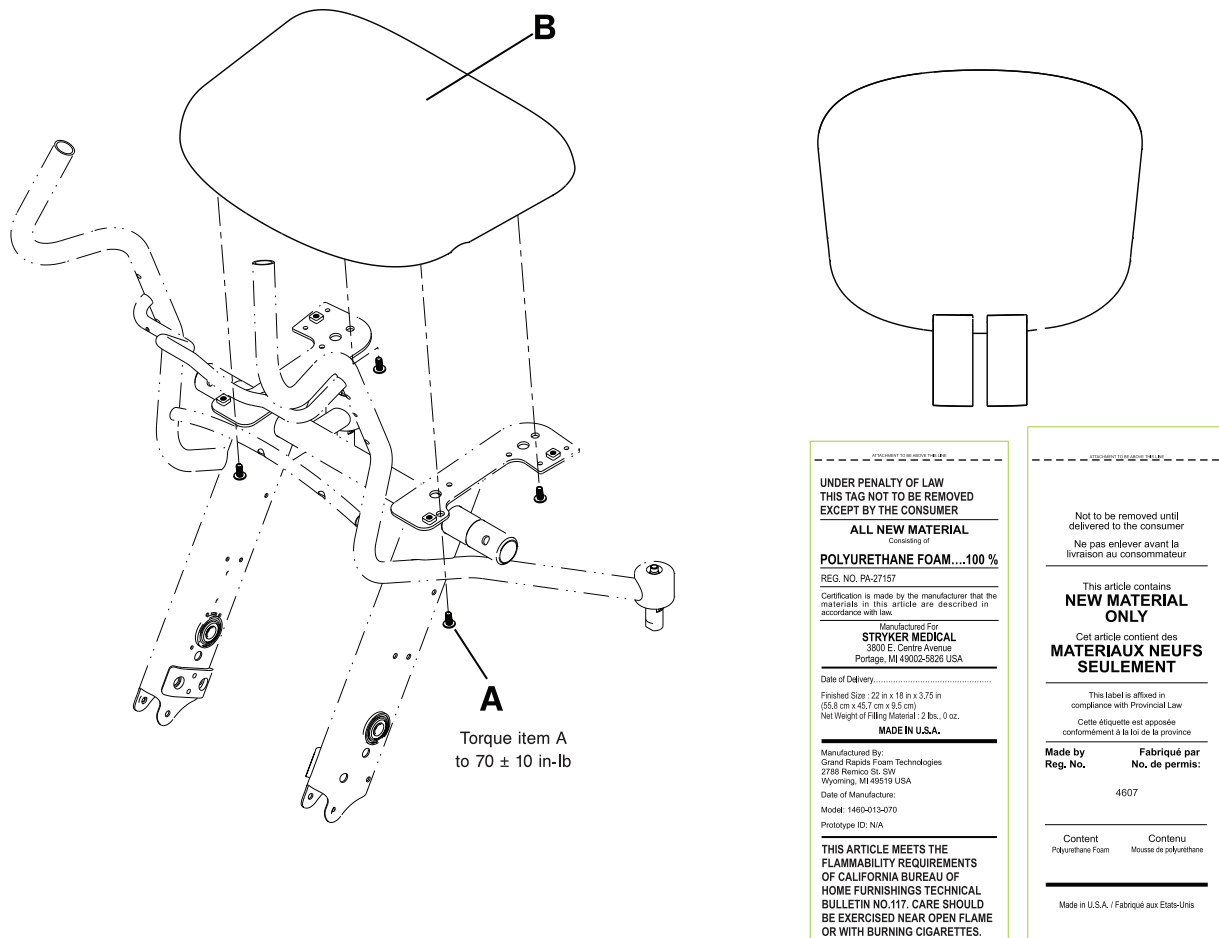

Abbildung 3-23: Austausch der Sitzfläche
1. Mit einem 3/16-Zoll-Sechskantschlüssel die vier Linsenkopf-Innensechskantschrauben (A) entfernen, mit denen die Sitzfläche (B) am Stuhlrahmen befestigt ist (Abbildung 3-23 auf Seite 3-41). Sitzfläche und Schrauben entsorgen.
2. Mit einem 3/16-Zoll-Sechskantschlüssel die vier mitgelieferten Linsenkopf-Innensechskantschrauben (A) installieren, um die gelieferte Sitzfläche (B) am Stuhlrahmen zu befestigen. Die Schrauben mit einem Drehmomentschlüssel mit 3/8-Zoll-Antrieb auf  $70 \pm 10$  in-lb ( $8 \pm 1,1$  Nm) festziehen.